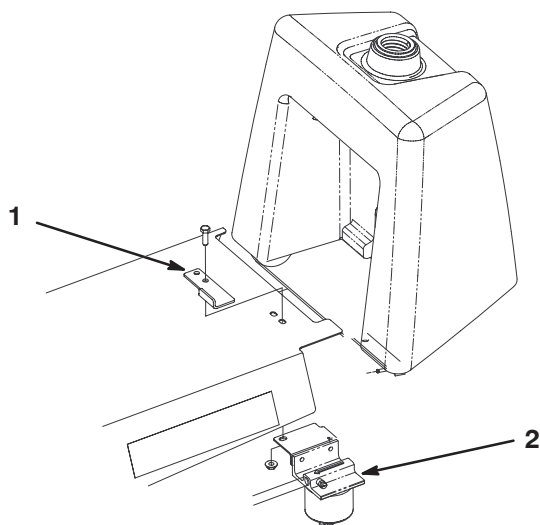

Figura 3
- C. Usando el tornillo de caperuza y la tuerca que se retiraron anteriormente y un tornillo de caperuza y tuerca de 5/16 x 1" suministrados con las piezas sueltas, fije el tope del asiento y el separador de agua a la parte inferior del faldón con (2) tornillos de caperuza y contratueras. Coloque el tope según muestra la figura 3.